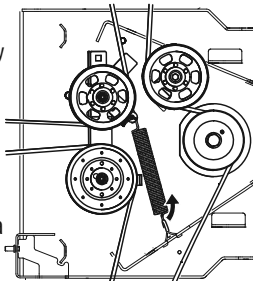

Figura 45
- Quite el resorte intermedio del enganche de resorte metálico del lado derecho del centro de la plataforma. Consulte la Figura 45.